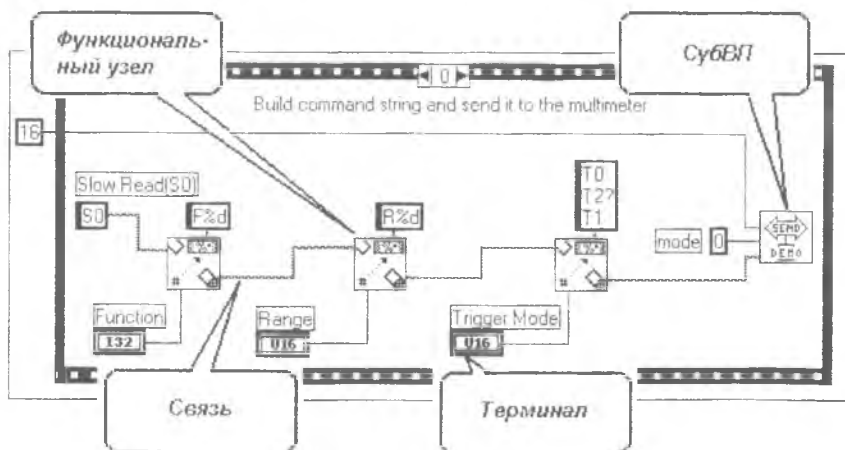

Рис. 1.2. Блок-схема ВП - аналога цифрового тестера Fluke 8840А
2. *Блок-схема* описывает алгоритм работы ВП. Каждый ВП, в свою очередь, может использовать в качестве составных частей другие ВП, подобно тому, как любая программа, написанная на языке высокого уровня, использует свои подпрограммы. Такие ВП нижнего уровня обычно называются *субВП*. На рис. 1.2 к субВП относится элемент "Send DEMO" - это ВП, непосредственно реализующий операции по переключению диапазонов, преобразованию сигналов, генерации поразрядного представления результата и т.п.